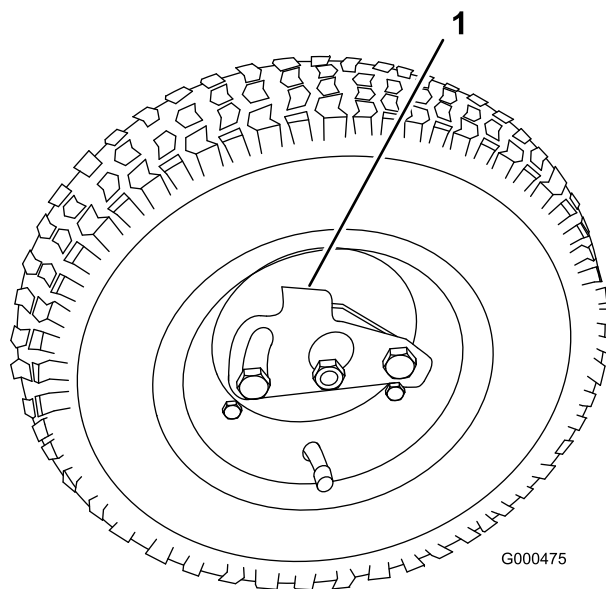

Рисунок 19
2. Отожмите стопор к центру колеса и наденьте колесо на шестигранный вал (Рисунок 19).